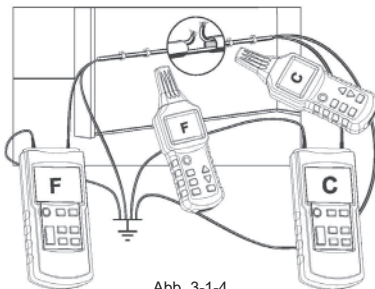

Abb. 3-1-4
- Alle ungenutzten Leitungen müssen wie in Abb. 3.1.4 dargestellt an die Hilferseide angeschlossen sein.
- Schließen Sie beide Transmitter wie in Abb. 3-1-4 dargestellt an.
Wenn die Transmitter gemäß Abb. 3-1-4 angeschlossen sind, zeigt der Empfänger C auf der linken Seite der Leitungsunterbrechung an. Wenn der Empfänger über der Unterbrechungsstelle nach rechts geht, zeigt er F an. Wenn Sie direkt auf der Unterbrechung sind, wird aufgrund der Überlappung der beiden Transmitter-Signale kein Leitungs-Code angezeigt.